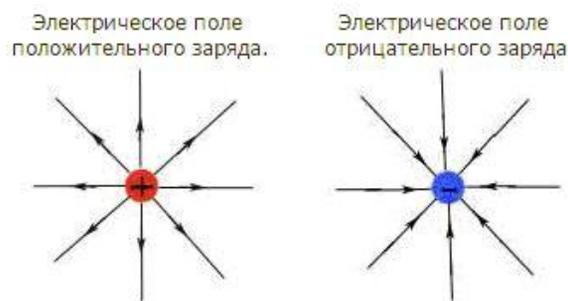

Рис. 1.
1. Электрическое поле по предложению Майкла Фарадея решили изображать с помощью линий напряженности электрического поля или просто силовых линий (рис. 1). Они, по предложению Фарадея, должны выходить из положительно заряженного тела и уходить в бесконечность или входить в отрицательно заряженные тела. Если тело заряжено отрицательно, то силовые линии входят в отрицательный заряд из бесконечности или из положительно заряженного тела.